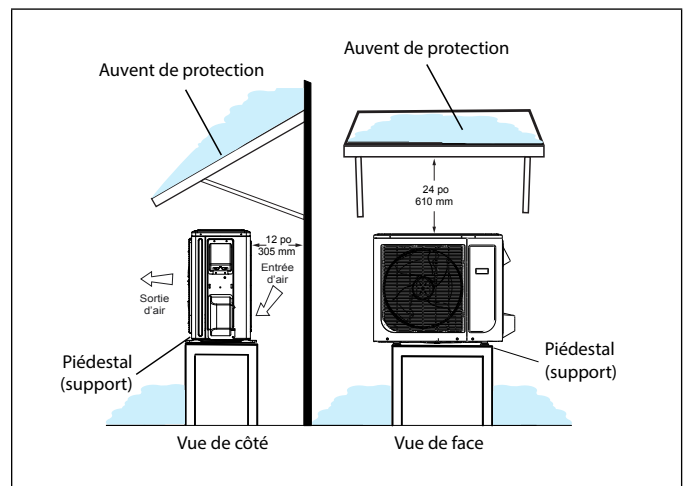
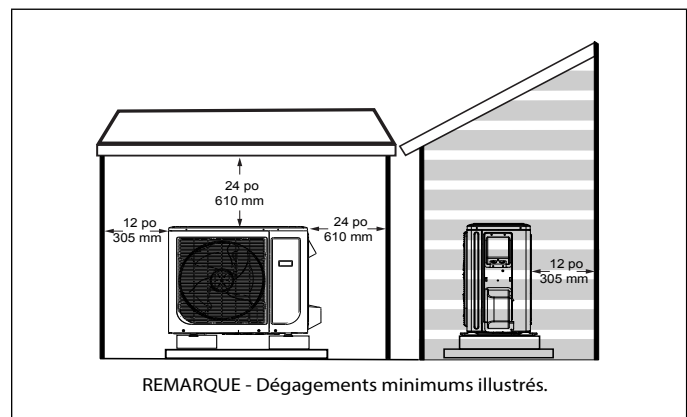

Figure 19. Unité extérieure sur piédestal avec auvent de protection
Figure 20. Abri de style niche à chien
- Si l'unité extérieure peut être exposée de manière prolongée aux rayons directs du soleil et atteindre des températures dépassant 100 °F (38 °C), il est recommandé de construire un auvent comme illustré à la «Figure 19. Unité extérieure sur piédestal avec auvent de protection» ou à la «Figure 20. Abri de style niche à chien» à la page 9
- Installer l'unité à l'écart des porte-à-faux des toits pour empêcher l'eau ou la glace de tomber sur ou devant l'échangeur ou l'unité. Construire un auvent comme illustré à la «Figure 19. Unité extérieure sur piédestal avec auvent de protection».